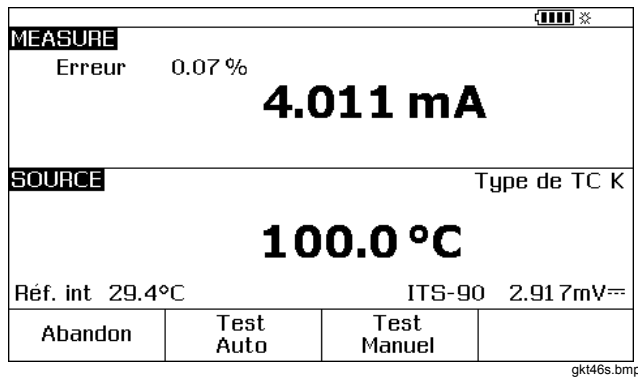

Figure 32. Écran de mesure et de source pour l'étalonnage
17. Appuyez sur la touche programmable **Terminé** pour accepter les paramètres d'étalonnage. L'écran change et devient comme l'illustre la Figure 32.